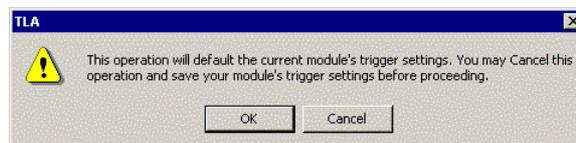

図 A-7：トリガ設定初期化確認の TLA700 ダイアログ・ボックス
2. トリガ設定を初期化するための確認のための TLA ダイアログ・ボックス (図 A-7) が表示されますので、初期化するには<OK>ボタンを選択するか、[Enter] キーを押します。